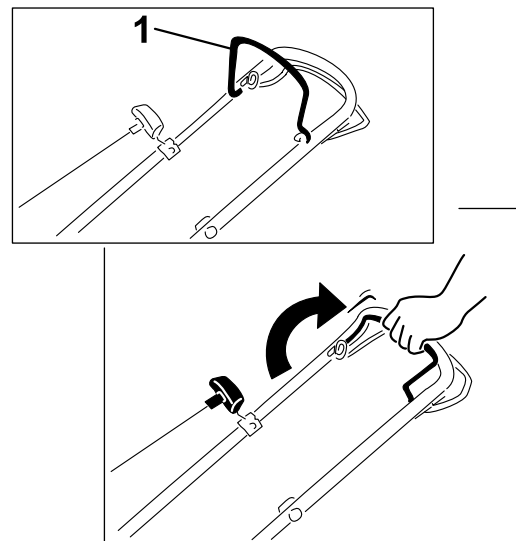

Figure 17
1. Serrez et maintenez la barre de commande de la lame contre le guidon (Figure 17).